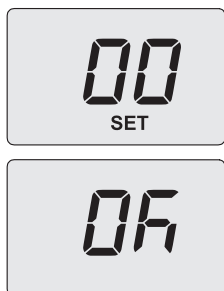

Рисунок 7.16
- На дисплеї з'явиться повідомлення **SET** (налаштовано) (Рисунок 7.16).
- На дисплеї протягом 3 секунд відобразиться повідомлення **OK** (Рисунок 7.16), після чого з'явиться список параметрів.